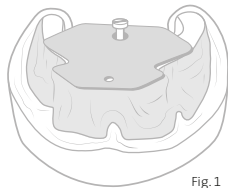

Fig. 1
**9.** Fissare la piastra di registrazione inferiore a livello del piano oclusale, praticando degli intagli sul vallo in cera come ausili per il fissaggio (Fig. 1).